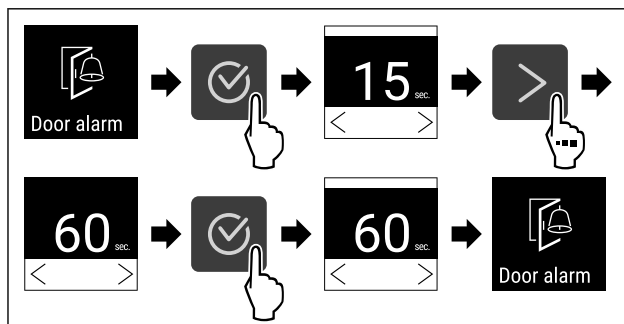

Fig. 95
- ▶ Proved'te akční kroky (viz Fig. 95) .